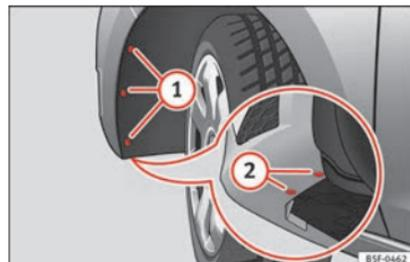

Fig. 112 Faro fendinebbia: accesso al connettore e al portalampade.
- Servirsi di un cacciavite per rimuovere le 3 viti **①** » **fig. 112** situate all'interno del passaruota e le 2 viti inferiori **②** » **fig. 112** del paraurti. »